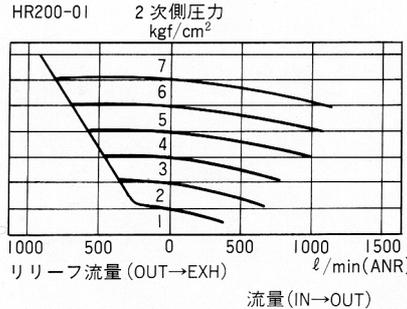

図1 流量特性・リリーフ特性
**流量:**使用目的に対して、十分な流量をもっているか。使用流量時の圧力降下は許容範囲に入っているか。流量特性図から判断する(図1)。